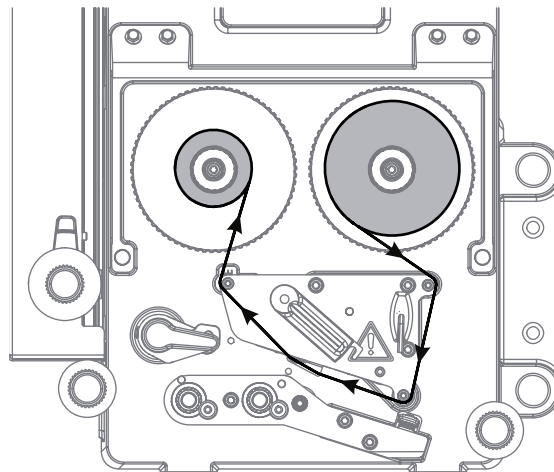

Bild 14 Transferfolienlauf
2. Um den Druckkopf anzuheben, den Hebel (6) gegen den Uhrzeigersinn drehen.
3. Die Transferfolienrolle (1) so bis zum Anschlag auf den Abwickler (2) schieben, dass die Farbbeschichtung der Folie nach dem Einlegen auf der dem Druckkopf abgewandten Seite liegt.
4. Den Abwickler (2) festhalten und den Drehknopf (3) gegen den Uhrzeigersinn drehen, bis die Transferfolienrolle fixiert ist.
5. Einen geeigneten Transferfolienkern (5) auf den Transferfolienaufwickler (4) schieben und in gleicher Weise fixieren.
6. Die Transferfolie wie in Bild 14 durch die Druckmechanik führen.
7. Den Transferfolienanfang mit einem Klebestreifen am Transferfolienkern (5) fixieren. Hierbei die Rotationsrichtung des Transferfolienaufwicklers gegen den Uhrzeigersinn beachten.
8. Um den Transferfolienlauf zu glätten, den Transferfolienaufwickler (4) gegen den Uhrzeigersinn drehen.
9. Um den Druckkopf zu verriegeln, den Hebel (6) im Uhrzeigersinn drehen.